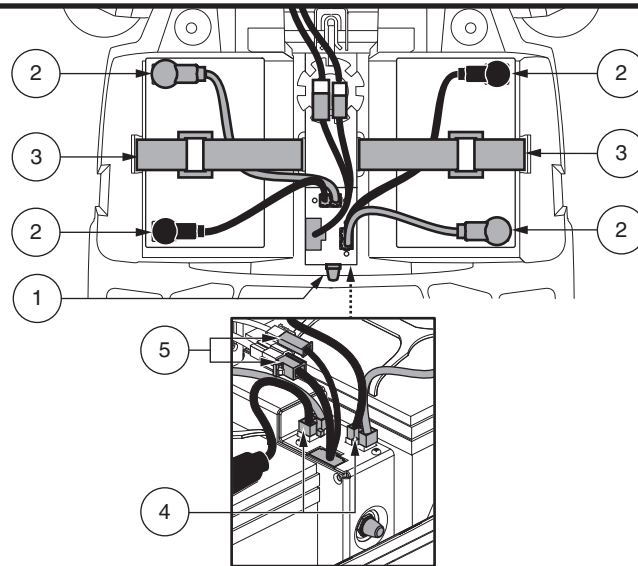

Figure 10. Enlèvement/installation des batteries et connexions
2. Détachez les courroies des batteries. **Voir la figure 10.**
3. Débranchez les batteries en appuyant sur les languettes des connecteurs du faisceau de la batterie et en les tirants vers le haut. **Voir la figure 10.**
6. Placez une nouvelle batterie dans chaque puits. Placez les bornes de batterie de chaque batterie l'une en face de l'autre et vers les côtés extérieurs du scooter. **Voir la figure 10.**